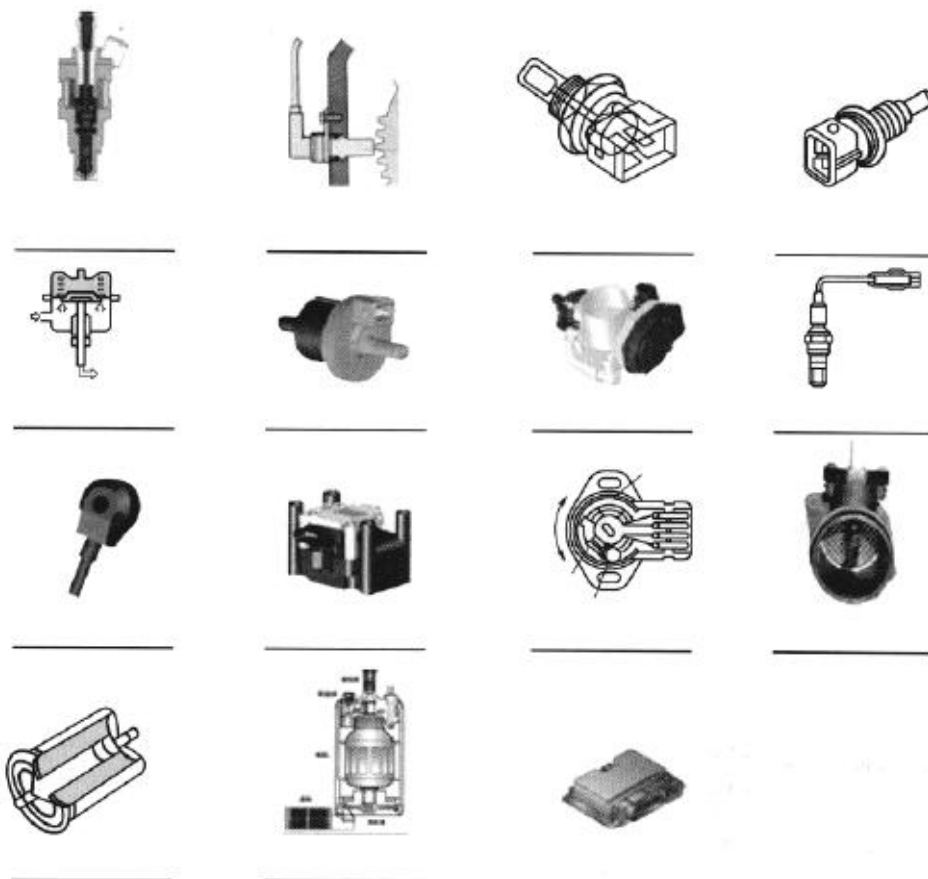

图 1-13 发动机控制系统零件部件
(2) 请在图 1-13 中空白线上填写相应的发动机控制系统元件的名称。
(3) 在图 1-13 中将下列零件标上颜色，其中：